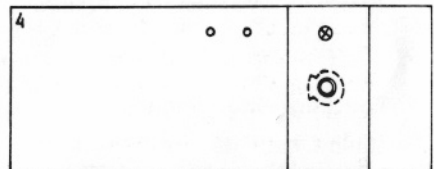

Abb. 22
*) Willst du einen Plattenspieler oder ein Tonbandgerät anschließen, beachte folgendes: Sie haben abgeschirmte Kabel (s. Abb. 22). Verbinde die Abschirmung (a) mit der Klemme, die mit dem Schaltpotentiometer verbunden ist, und die eine oder eventuell zwei Litzen (b) mit der anderen Anschlußfeder, die zu dem Polyester-Kondensator 0,1 μF führt.